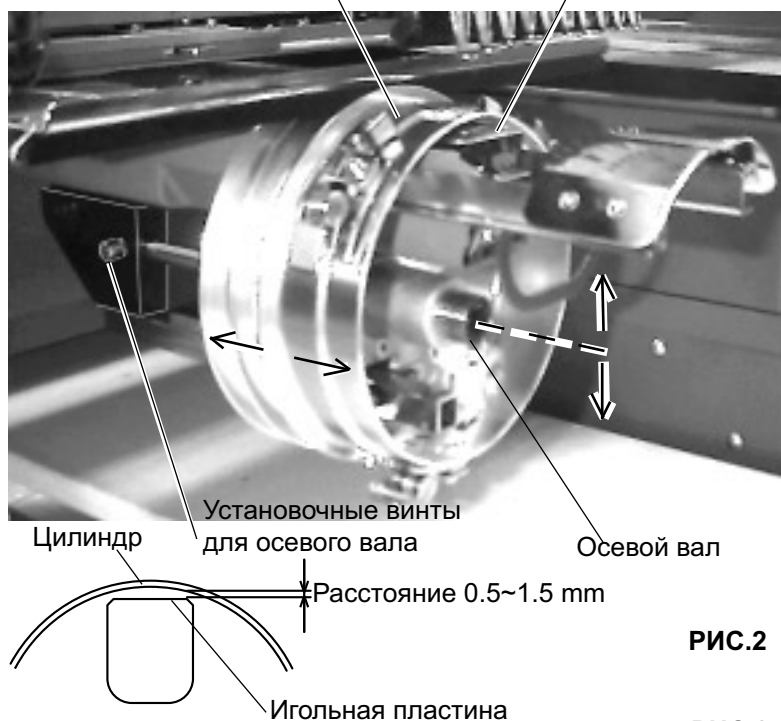

РИС.2
3. Как показано на рис.2, двигайте осевой вал вверх/вниз рукой и отрегулируйте так, чтобы расстояние между верхней изнанкой цилиндра и игольной пластиной стало таким, как показано на рис. И закрепите установочными винтами для осевого вала.